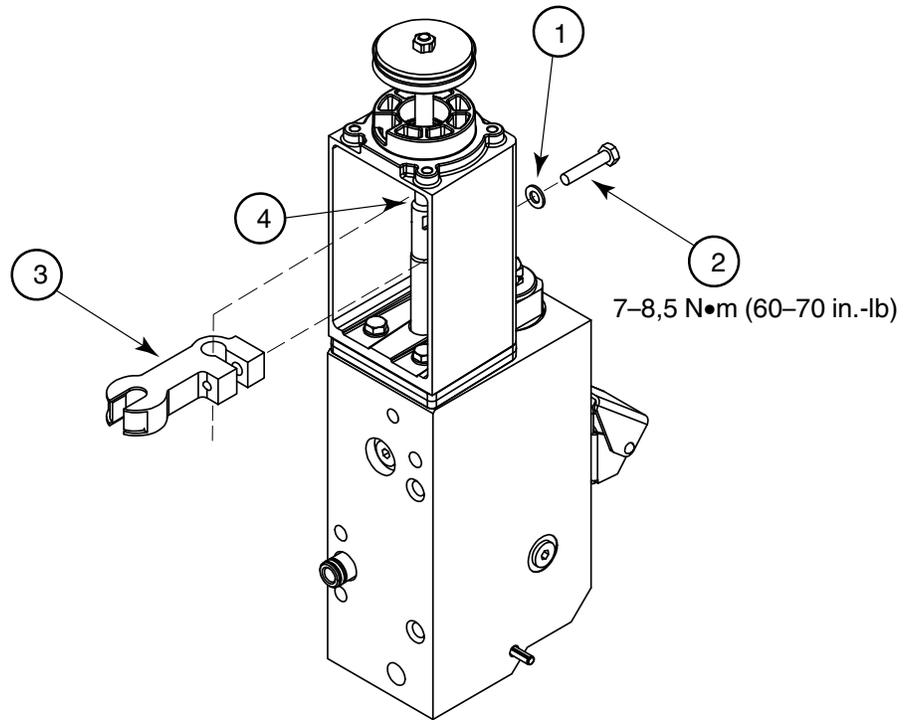

Figura D-9
Vedi figura D-9.
- La forcella deve poggiare sulla spalla del pistone (vedi figura D-9, numero 4).
- La parola "UP" (SU) deve guardare la parte superiore del telaio della pompa.